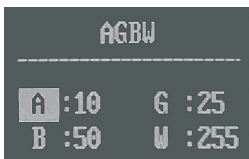

Рис.7
**AGBW Dimming** – вызывает окно непосредственной раздельной регулировки интенсивности каждой из групп светодиодов (A/G/B/W) вида (Рис. 7). Выбор группы – вращением кнопки валкодера **COLOR**, настройка значения – вращением **INTENSITY**.